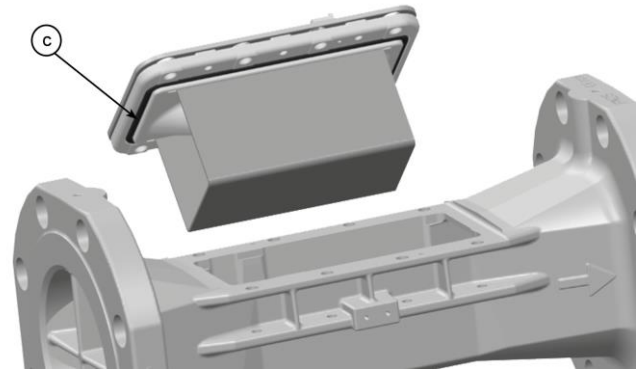

Abb. 18 Formdichtung „c“
- Überprüfen Sie den Sitz der Formdichtung „c“ (siehe Abb. 18) am Messeinsatz. Die Formdichtung muss richtig in der Nut sitzen und frei von Beschädigungen sein.